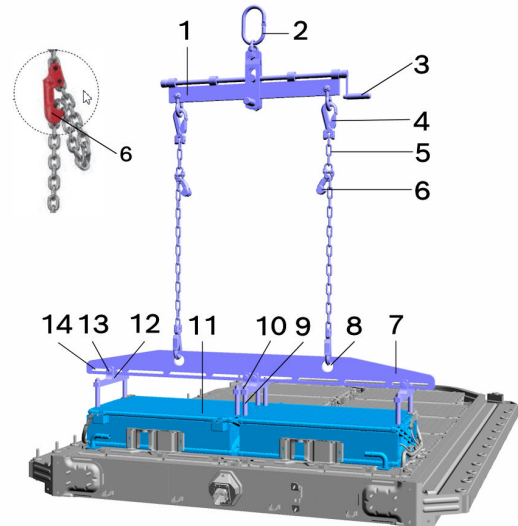

Figura 7: Elevação de um Par de Módulos de Baterias
2. Utilizar as garras de encurtamento (6) para ajustar o comprimento das lingas de corrente (5), tal como ilustrado na Figura 7.